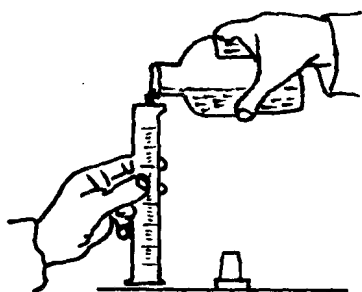

图 15 平顶瓶塞试剂瓶的操作法
(1) 从平顶瓶塞试剂瓶中取用试剂的方法是:先取下瓶塞把它仰放在台上。用左手的大拇指、食指和中指拿住容器(如试管、量筒等),用右手拿起试剂瓶并注意使试剂瓶上的标签对着手心,倒出所需量的试剂,倒完后,应该将试剂瓶口在容器上靠一下,再使瓶子竖直,这样可以避免遗留在瓶口的试剂流到试剂瓶的外壁(见图 15)。必须注意,倒完试剂后瓶塞须立刻盖在原来